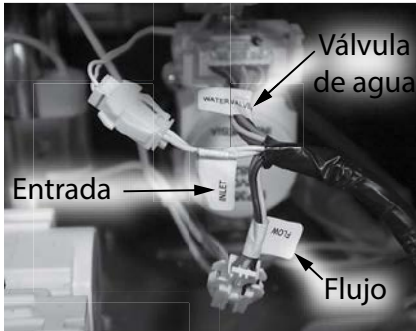

Figura 56 - Ubicación de los mazos de cables del módulo de flujo de entrada.
- 21** Ubique los tres (3) mazos de cables en el módulo de flujo de entrada y desconéctelos. Consulte la Figura 56.
- 25** Vuelva a conectar el extremo del nuevo mazo de cables principal a los tres (3) mazos de cables que se retiraron en el **Paso 21**. Consulte la Figura 56.